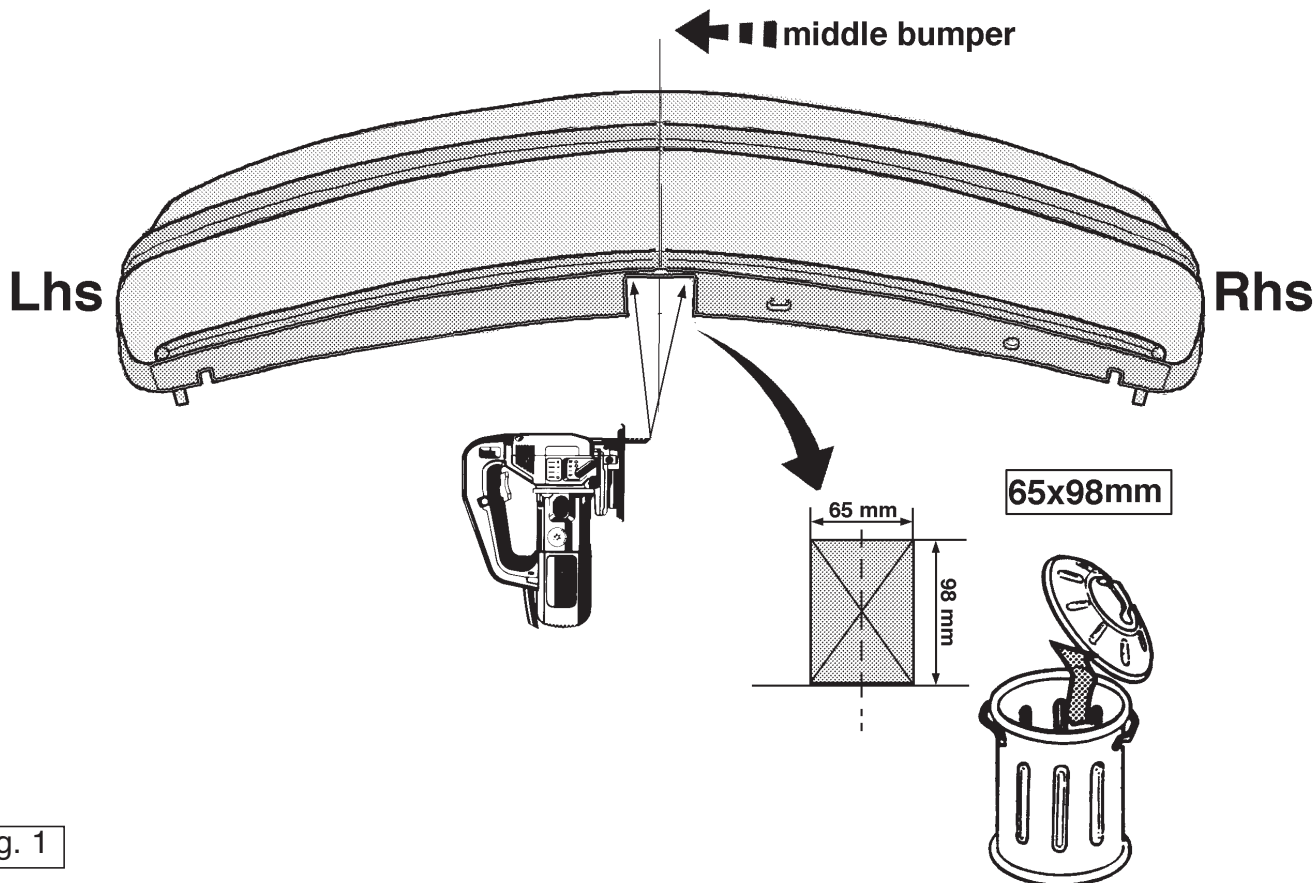

Fig. 1
1. Demonteer de achterlichtunits. Demonteer de bumper. Verwijder de plakkers t.p.v. de punten A van het chassis. Verwijder de dwarsbalk van het voertuig. Deze wordt niet herplaatst. Zaag een deel overeenkomstig fig. 1 in het midden aan de onderzijde uit de bumper. Zaag overeenkomstig figuur 2 de aangegeven deel af.
1. Detach the taillights. Detach the bumper. Remove the stickers at the points A of the chassis. Remove the cross member from the vehicle. It will no longer be needed. Saw a portion out of the centre underside of the bumper, in accordance with fig. 1. Saw out the indicated section in accordance with figure 2.
1. Die Rücklichteinheiten abmontieren. Die Stoßstange abmontieren. Die Aufkleber bei den Punkten A vom Fahrgestell entfernen. Den Querträger vom Fahrzeug entfernen. Dieser wird nicht mehr benötigt. Einen Teil gemäß Abb. 1. in der Mitte der Unterseite aus der Stoßstange sägen. Gemäß Abb. 2 das angegebene Teil abschneiden.
1. Smontare il blocco dei fanali posteriori. Smontare il paraurti. Staccare gli adesivi dal telaio, a livello dei punti A. Rimuovere la traversa del veicolo. Questa non dovrà essere rimontata. Segare via la parte centrale dalla base del paraurti, come indicato in fig. 1. Segare via la parte indicata in figura 2.